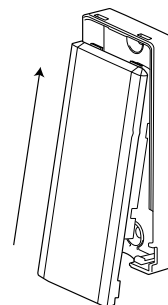

Abbildung 7: Schließen der Geräteabdeckung
4. Befestigen Sie die Abdeckungen am Gerät und am Magnetfuß. Siehe Abbildung 7.